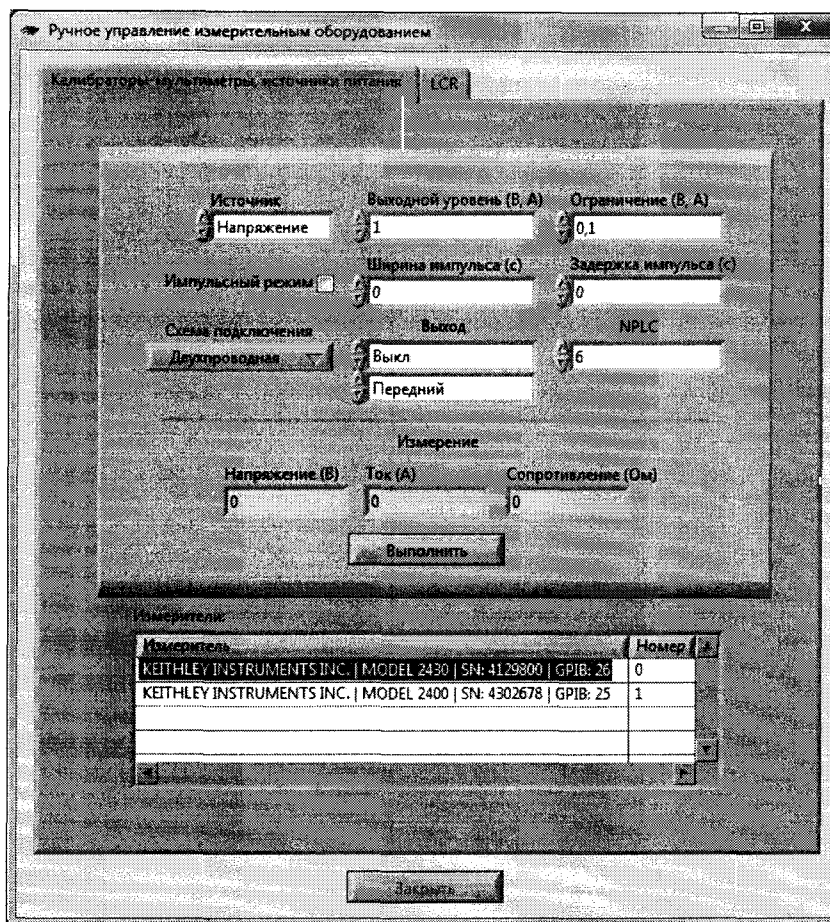

Рисунок 3
2. В режиме администратора выбрать «Измерители», после чего запустить ручное управление измерительным оборудованием. В появившемся окне (рисунок 3) выбрать закладку «Калибраторы-мультиметры, источники питания». В поле «Измерители» выбрать источник питания 2260В-30-108. Установить: «Источник» – в режим «Напряжение», «Ограничение (В, А)» – 0,01, «Выходной уровень (В, А)» – 0, «Схема подключения» – «Двухпроводная». После этого установить «Выход» в режим «Вкл».
2. В поле «Измерители» (рисунок 3) выбрать источник питания 2260В-30-108. Установить: «Источник» – в режим «Ток», «Ограничение (В, А)» – 1,0, «Выходной уровень (В,А)» – 0, «Схема подключения» – «Двухпроводная». После этого установить «Выход» в режим «Вкл».